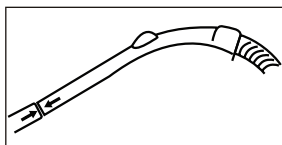
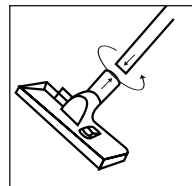

рис. 2
рис. 3
- Поверните наконечник (12) гибкого шланга по часовой стрелке до упора. Для снятия гибкого шланга (13) поверните наконечник (12) против часовой стрелки.
- Вставьте рукоятку гибкого шланга (14) в телескопическую удлинительную трубку (16) (рис. 2).
- Выдвиньте нижнюю часть телескопической трубки на необходимую длину, предварительно нажав на фиксатор (17).
- Выберите необходимую насадку, то есть щетку для пола/ковровых покрытий (18) или щелевую насадку (20), и подсоедините ее к телескопической удлинительной трубке (16) (рис. 3).
- Щелевую насадку (20) можно подсоединять непосредственно к рукоятке гибкого шланга (14).